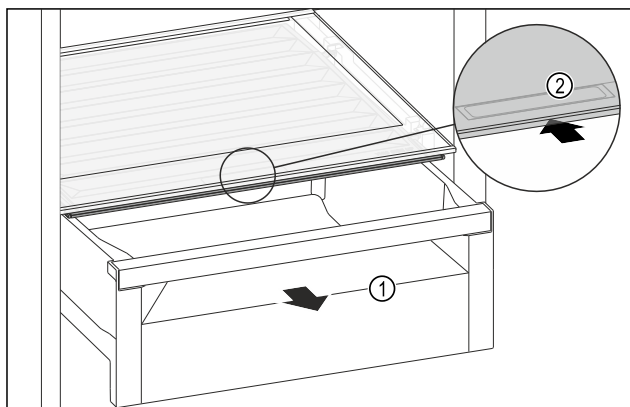

Fig. 163
- Zásuvku Fig. 163 (1) vytáhněte.
- Uchopte prohlubeň pro rukojeť Fig. 163 (2) na víku zásuvky a současně zasuňte víko zásuvky směrem dozadu.